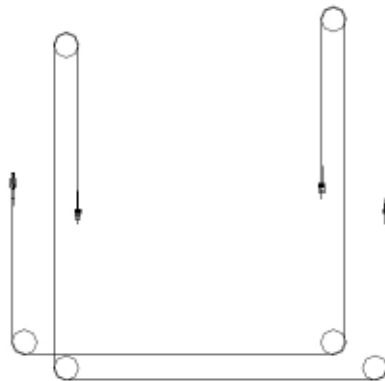

Fig.35 Abb.35
4. Installare il cavo di equilibratura in base alla fig.35. Il cavo può essere incrociato anche dal foro sul pannello prima di fissare entrambe le colonne.
4. Install the balance cable according to Fig.35. The cable also can be crossed from the hole on the board before the fixing of both columns.
4. Installer le câble d'équilibrage en faisant référence à la fig. 35. Le câble être croisé sur le trou du panneau avant de fixer les deux colonnes.
4. Instalar el cable de equilibrio según la fig. 35. El cable puede estar cruzado también por el orificio en el panel antes de fijar ambas columnas.